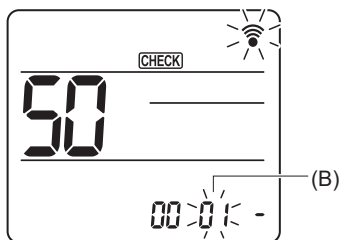

Fig. 6-21
Appuyez sur les touches **↓** pour régler le numéro de mode (B). (Fig. 6-21)